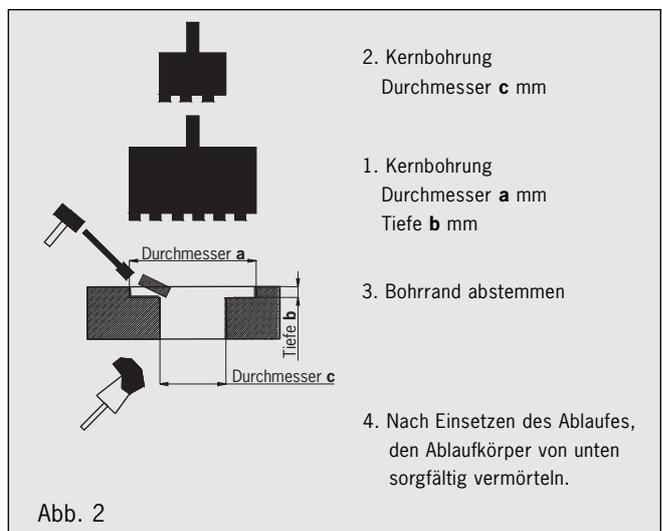

Abb. 2 / zeigt Ablauf vermörteln von unten
2.3.1 Einbauen des Ablaufes und Vermörteln von unten (Abb. 2):